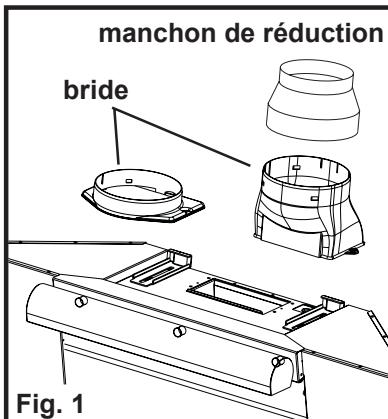

Fig. 1
- L'air est rejeté à l'air libre par un conduit raccordé sur le tuyau d'évacuation. **Fig. 1**.